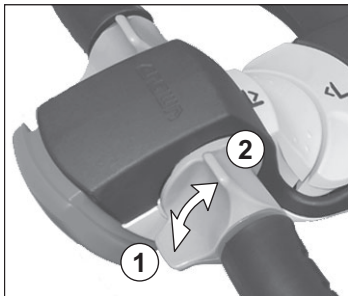

Fig. 14 Kørekontakt
1. Tryk kørekontakten i den ønskede retning, se fig. 14.